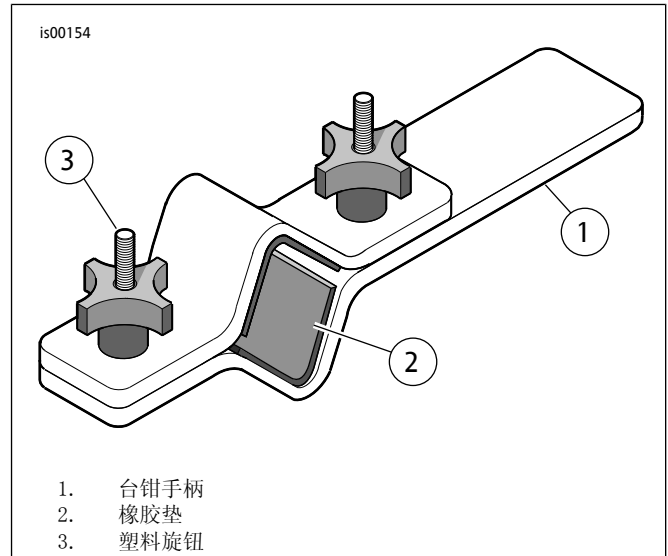

图1。Fork Tube Holder(叉管夹持工具)(HD-41177)
- 参见图1。将叉安装至叉管夹持工具(HD-41177)，方法如下：